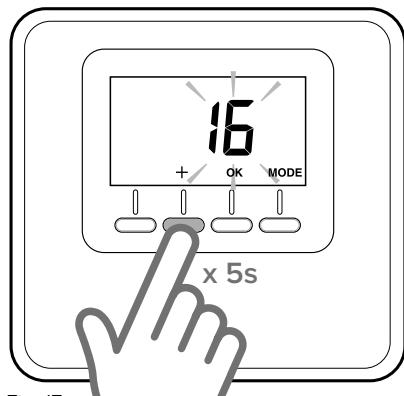

Fig. 17
- Pulsar la tecla “+” en el sensor ambiente (Fig. 17) 5 segundos. El display alterna la visualización de la versión del software con el índice de modificación.